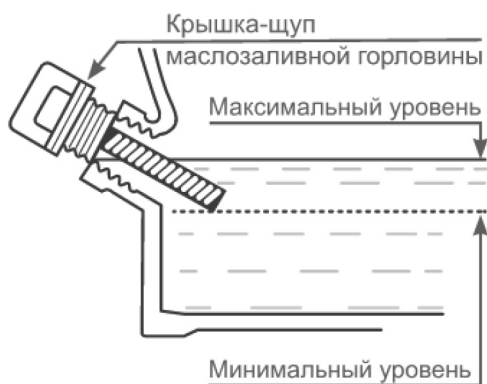

Рис. 4
3. Через маслосливную горловину залейте моторное масло в картер двигателя до уровня нижней кромки маслосливной горловины (Рис. 4)